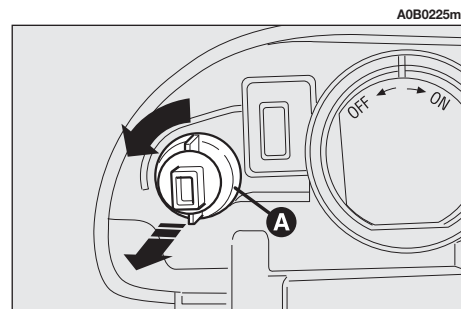

fig. 30
- Ruotare in senso antiorario il portalampada (A-fig. 30) e sfilarlo.